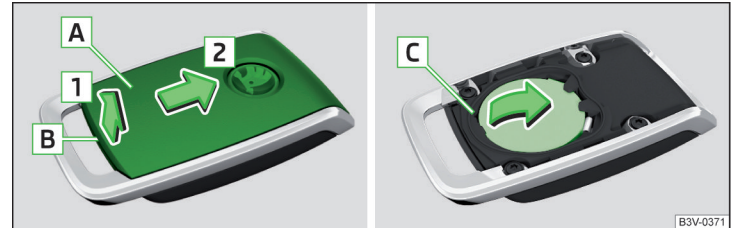

Fig. 357 Radiocommande : cache de batterie
- Avec un tournevis à tête plate fin, détachez le cache **A** au niveau de **B** » fig. 357.